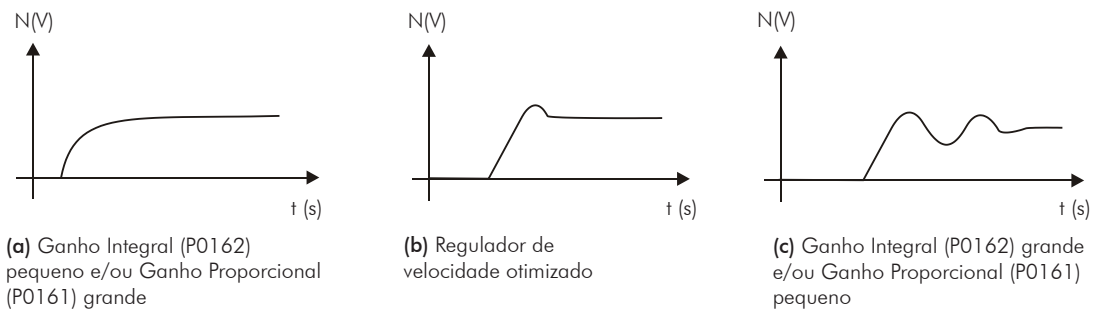

Figura 11.4 - (a) a (c) - Tipos de resposta do regulador de velocidade
6. Verifique dentre as opções da Figura 11.4 na página 11-18 qual a forma de onda que melhor representa o sinal lido.
7. Ajuste P0161 e P0162 em função do tipo de resposta apresentada na Figura 11.4 na página 11-18.